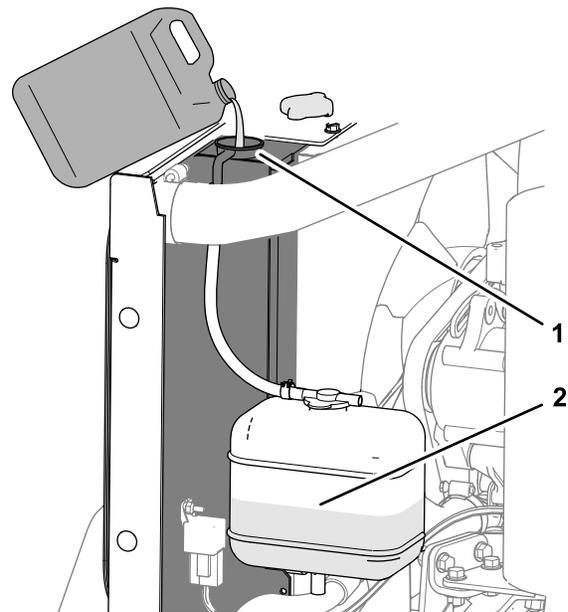

Figure 59
1. Enlevez le bouchon de radiateur et versez avec précaution le liquide de refroidissement spécifié jusqu'à ce que le radiateur soit plein (Figure 59).
2. Remettez le bouchon de radiateur en place (Figure 59).
jusqu'à ce que le réservoir soit à moitié plein (Figure 59).
4. Remettez le bouchon sur le réservoir de liquide de refroidissement (Figure 59).